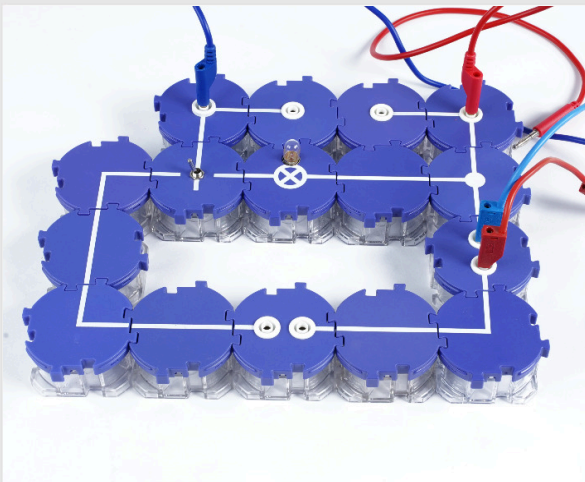

Fig. 1
- L'expérience se déroule comme indiqué dans les figures 1, 2 et 3, qui sont présentées dans les pages suivantes. Le commutateur est réglé sur 1 (charge).